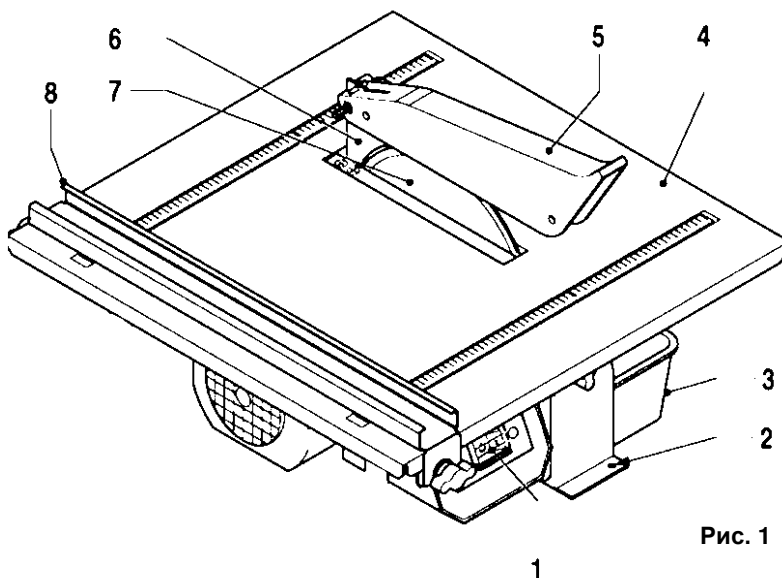

Рис. 1
- Для моделей с отдельными резиновыми опорными ножками: в специальные отверстия основания (2) (См. Рис.1) установить резиновые опоры.
- Для более надёжного соединения, рекомендуется через специальные отверстия в основании (2) (См. Рис.1), соединить плиткорез с поверхностью верстака (рабочего стола) болтовым соединением.
- Поддон (3) (См. Рис.1) наполнить водой до максимального уровня, нанесённого внутри поддона.
- Залейте воду в поддон (3) (См. Рис.1) до максимального уровня указанного на поддоне.
- Для включения плиткореза: нажмите кнопку зеленого цвета на выключателе (1)(См. Рис.1). Переведите ее в положение «ВКЛ» (ON).
- Для выключения плиткореза: нажмите кнопку красного цвета на выключателе (1). Переведите ее в положение «ВЫКЛ» (OFF).